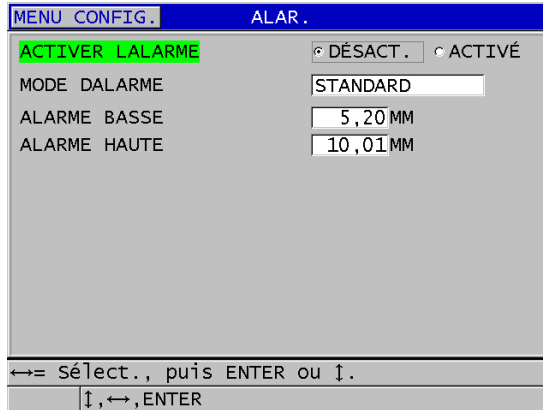

Figure 8-7 Réglage de l'alarme STANDARD
3. Dans l'écran **ALAR.** (voir la Figure 8-7 à la page 141) :